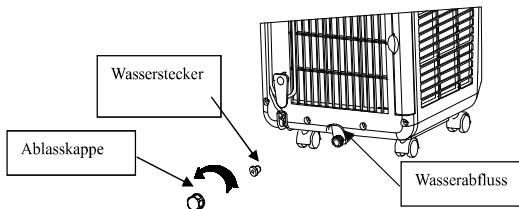

Abb. 12
1. Manuelle Entleerung: (wie in Abbildung 12 gezeigt)